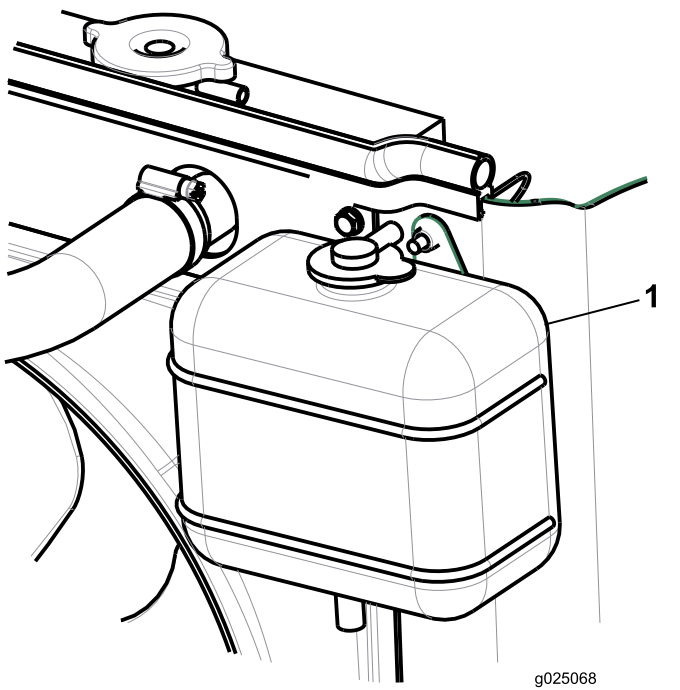

Figure 26
- Vérifiez le niveau du liquide de refroidissement dans le vase d'expansion (Figure 26).